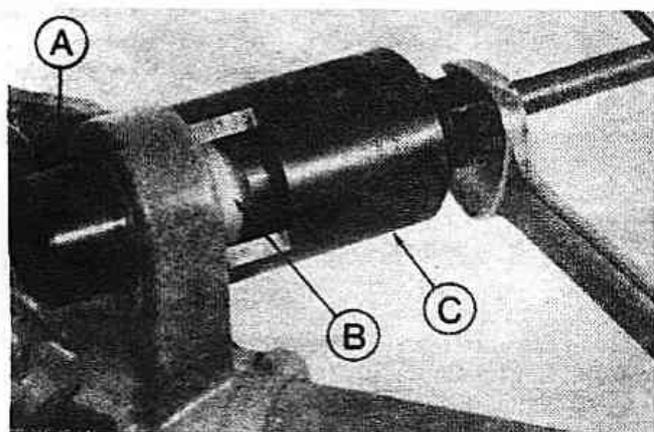

Рис. 11.16. Использование гайки и подкладной шайбы (А) с трубкой (С) для извлечения втулки (В) (Разд. 18)
6. Если возникнет необходимость заменить резиновые втулки, их можно извлечь при помощи трубки подходящего диаметра длиной около 100 мм, а также длинного болта с гайкой и подкладными шайбами (Рис. 11.16).
мерно 100 мм, длинного болта с гайкой и подкладных шайб (Рис. 11.16).